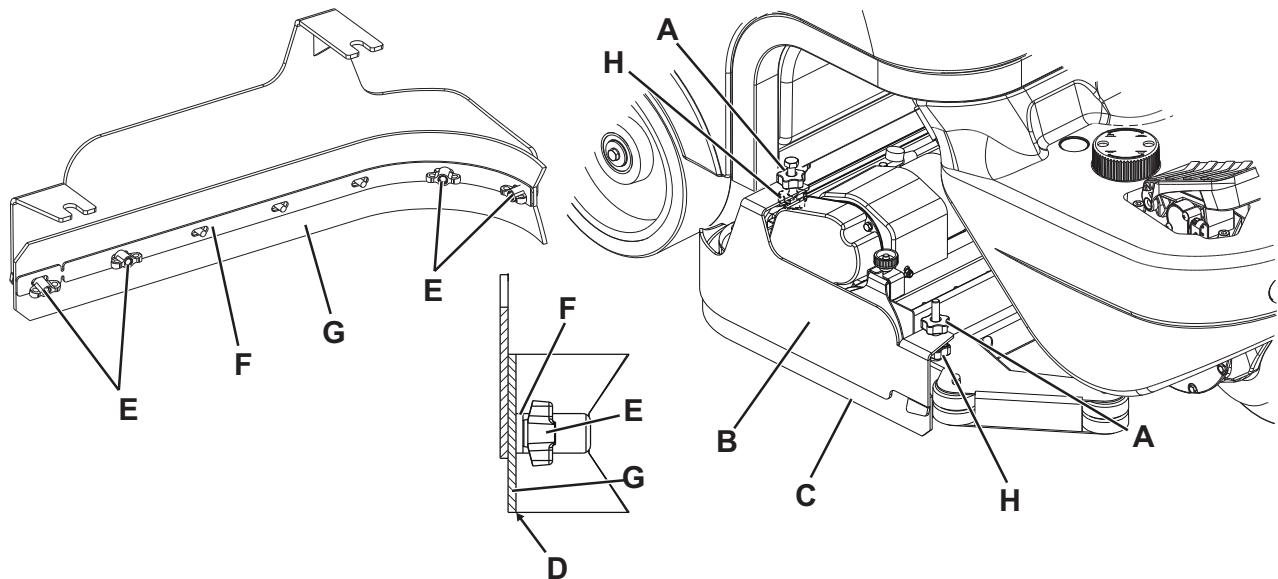

Figure 9
2. Positionner la clé de contact (58) sur "0".
3. Sur les deux côtés de la machine, desserrer les pommeaux (A, Fig. 9) et enlever les groupes volets latéraux (B).
5. Contrôler si le bord inférieur (C) des volets :
- à l'arête intérieure (D) non usée ;